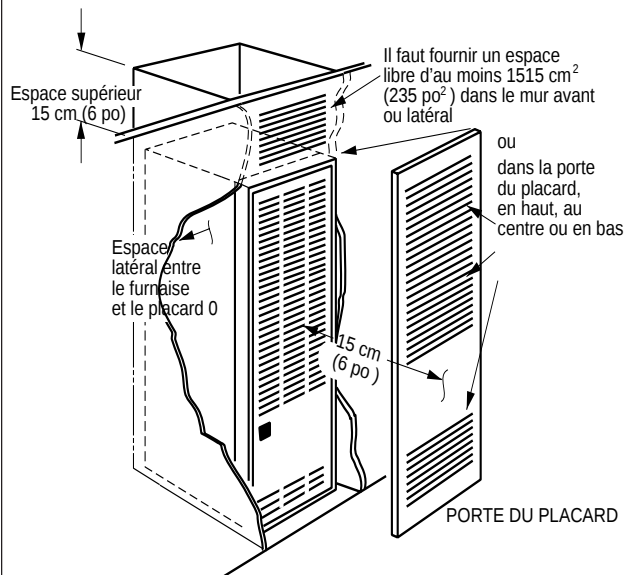
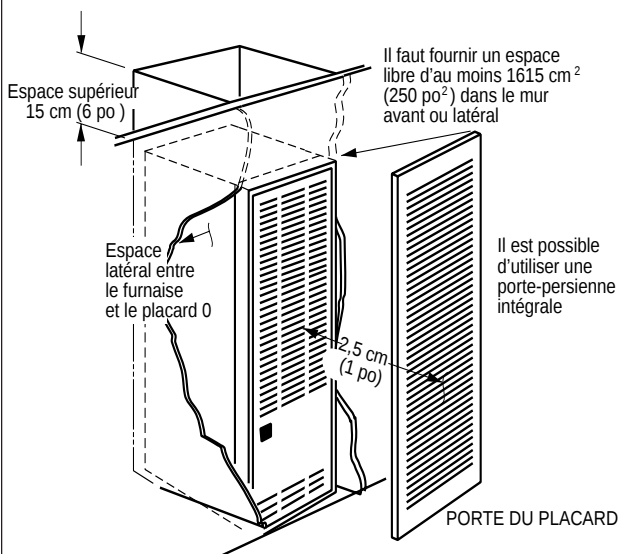

Figure 3. Installation dans un placard
Figure 4. Espace spécial de 2.5 cm (1 po)
- b. L'installation dans un placard doit utiliser une porte-persienne avec un passage libre minimum de 1515 cm² (235 po²) quand elle se trouve à 15 cm (6 po) du fournaise (voir figure 3). Quand la porte se trouve entre 2.5 et 15 cm (1 et 6 po), la porte-persienne doit avoir une surface libre d'au moins 1613 cm² (250 po²), avec les ouvertures de la porte du placard directement devant les grilles du fournaise. Il est possible d'utiliser une porte-persienne totale (voir figure 4).